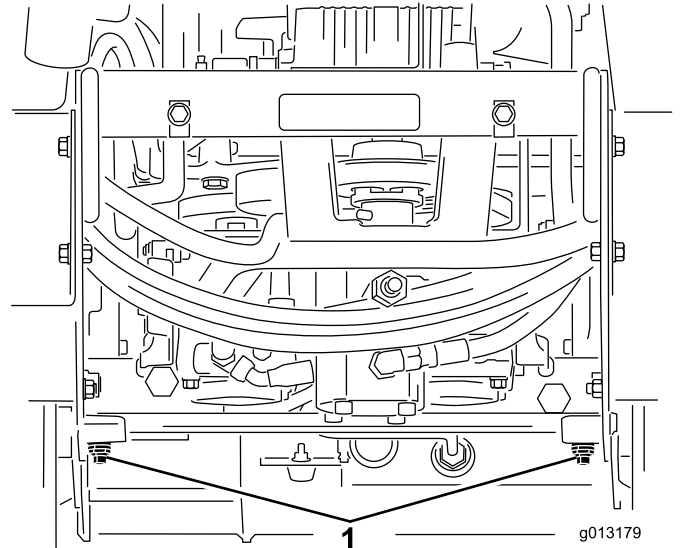

Bild 18
4. Drehen Sie die Schleppventile an den Hydraulikpumpen mit einem Schraubenschlüssel zweimal nach links (Bild 18).